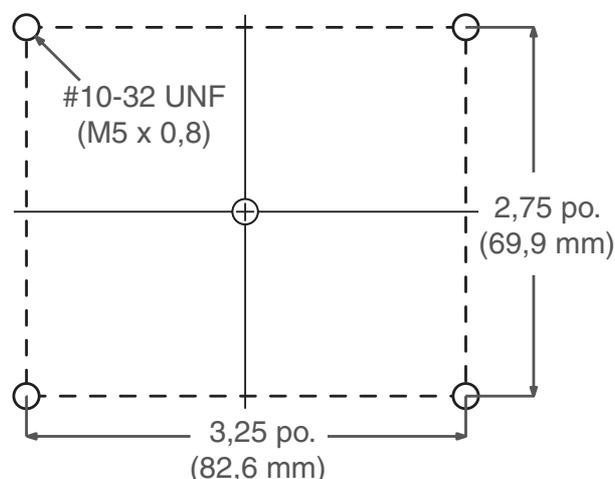

FIG. 37: Trous de montage du CGM
4. Percer les trous de montage en se reportant aux dimensions indiquées à la FIG. 37.